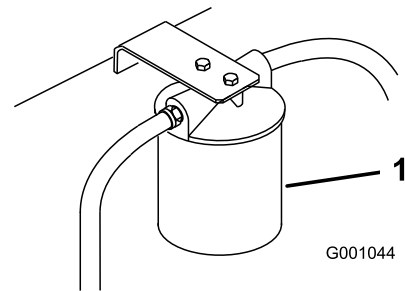

Figure 70
3. Placez un bac de vidange sous le filtre, déposez le filtre usagé et essuyez la surface du joint de l'adaptateur (Figure 70).